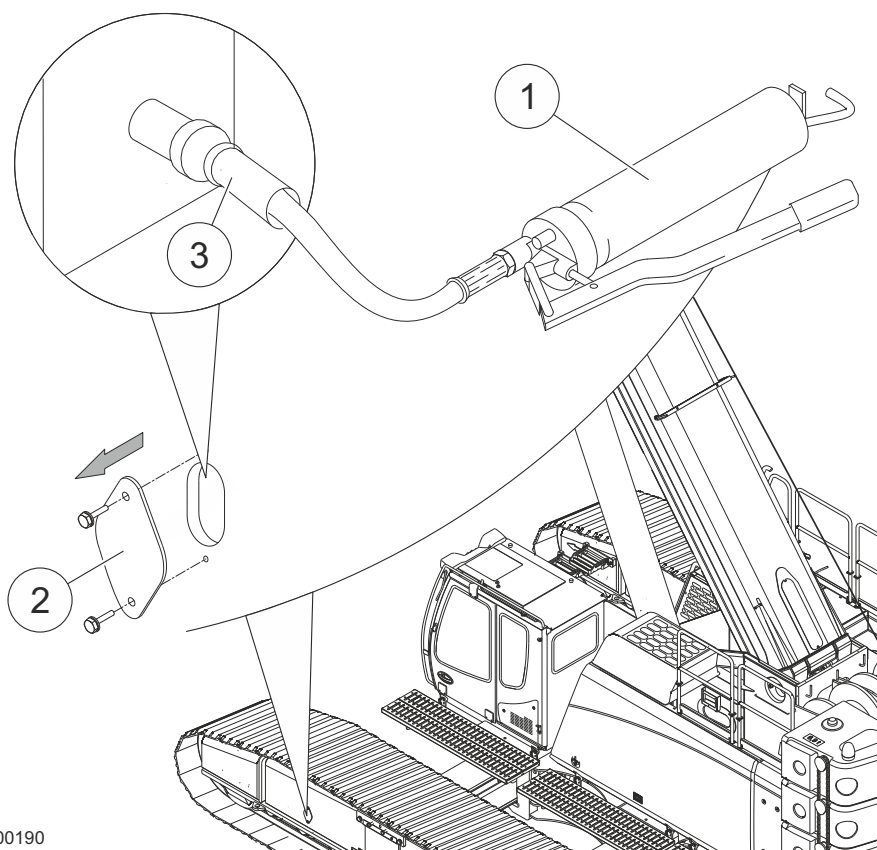

Fig. 27 Ajuste da tensão do trilho
2	Prepare a pistola de graxa (1) na Fig. 27.
3	Remova os parafusos e tampas (2) na Fig. 27.
4	Insira a mangueira de conexão (3) na Fig. 27 para dentro da válvula de lubrificação.